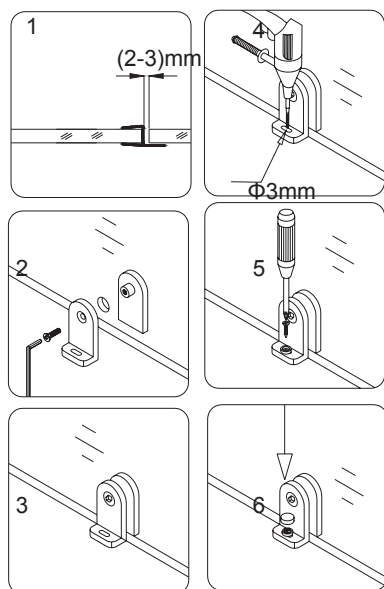

Рис. 17.
Закройте стеклянную дверь, и убедитесь, что между стеклянной дверью и водоотталкивающей полосой есть промежуток 1/16" - 1/8". См. рис. 17/1 для более подробной информации.
21. Для надежности крепления установите кронштейн (29) на стационарном стекле, предварительно просверлив отверстия. Используйте шуруп с круглой головкой ST4.2×25 (27) для монтажа кронштейна (29) к душевому поддону или порогу. Закройте головки шурупов декоративными крышками (28). См. рис. 17 для более подробной информации. Если ли душевой порог сделан из кафеля, следует использовать анкер (25).